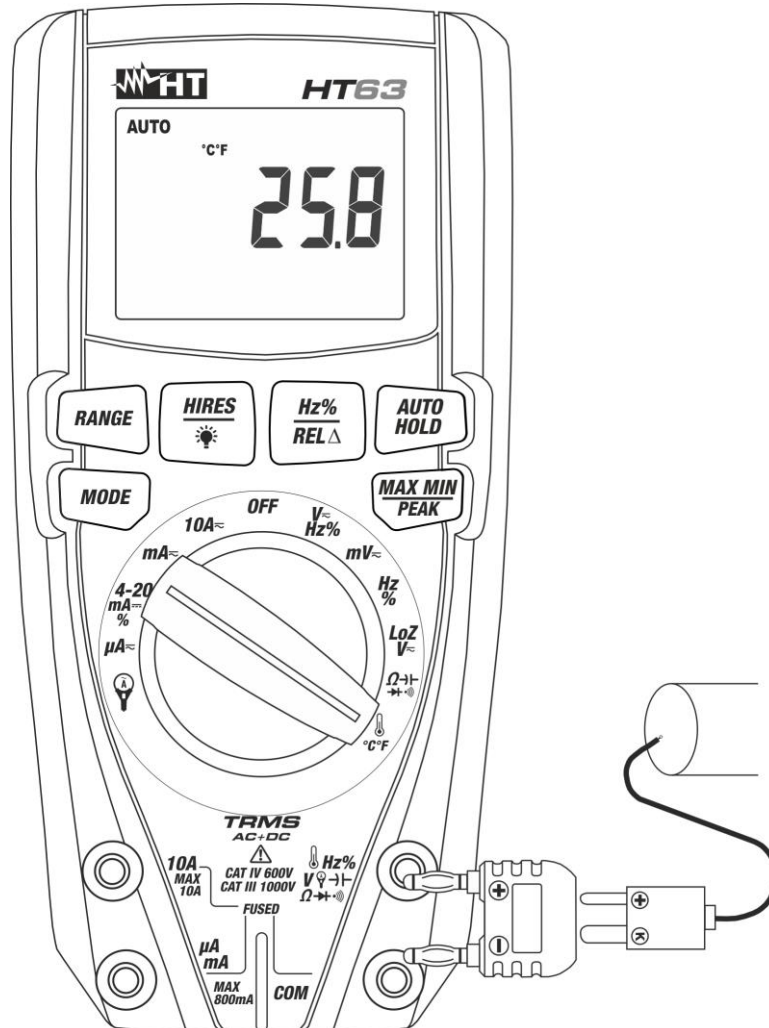

Fig. 9: Uso do instrumento para a medição de Temperaturas
3. Inserir o adaptador fornecido nos terminais de entrada Hz% V Hz% Ω Hz% (polaridade +) e **COM** (polaridade -) (ver Fig. 9).